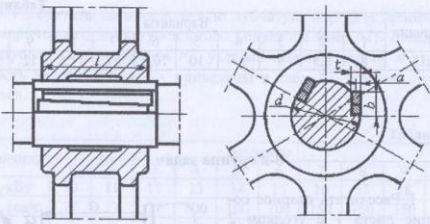

Рис. 45
2. Подобрать по ГОСТ и рассчитать тангенциальные нормальные шпонки (рис. 45) для закрепления чугунного шкива на валу. Диаметр вала d и момент T , передаваемый валом, приведены в табл. 45. Длиной и материалом шпонки задаться.